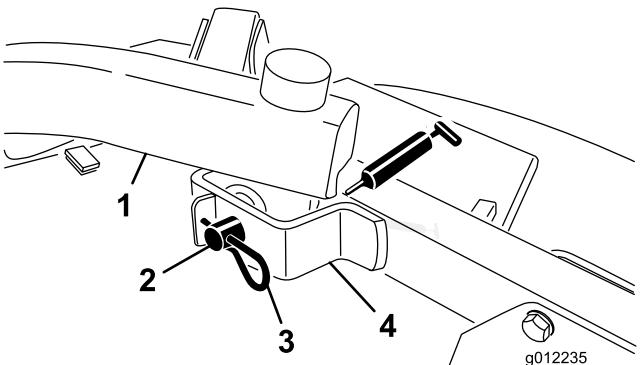

Bild 20
- Hubarmgelenke, vorne (2) (**Bild 20**)